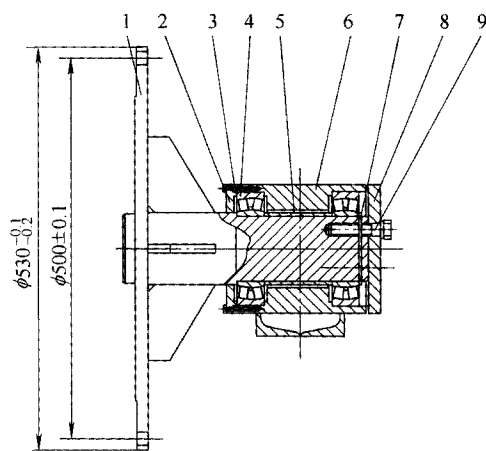

图 2
此方法还有效地节约了中架体占地面积问题,将中架体运至托辊上,如图2所示,特别适用于小厂房生产。
(2) 翻转支架 用于固定滚轮架和活动三角架,它由槽钢和钢板拼焊而成。翻转支架同样也需要设计的牢固,在翻转过程中它是一个托架,用于支撑罐体焊接,与底架焊接之间通过绞轴连接。
(3) 绞轴总成 主要用于底架焊接和活动支架的连接。活动支架绕绞轴总成可根据需要做 90° 范围的转动。
(4) 活动三角架 安装在翻转支架的上部,沿着翻转支架的导向轴前后移动,用于焊接不同长度的罐体。根据罐体焊接长度调整位置后,使用顶尖将活动三角架与导向轴固定,用于支撑法兰盘组合。
(5) 法兰盘组合 安装在活动三角架的上部,用于连接罐体焊接的法兰。它使用调心滚子轴承。法兰盘组合与罐体焊接的法兰连接处装配时间隙应适当,防止在罐体焊接旋转时中心线有偏移现象。图2为法兰盘组合。